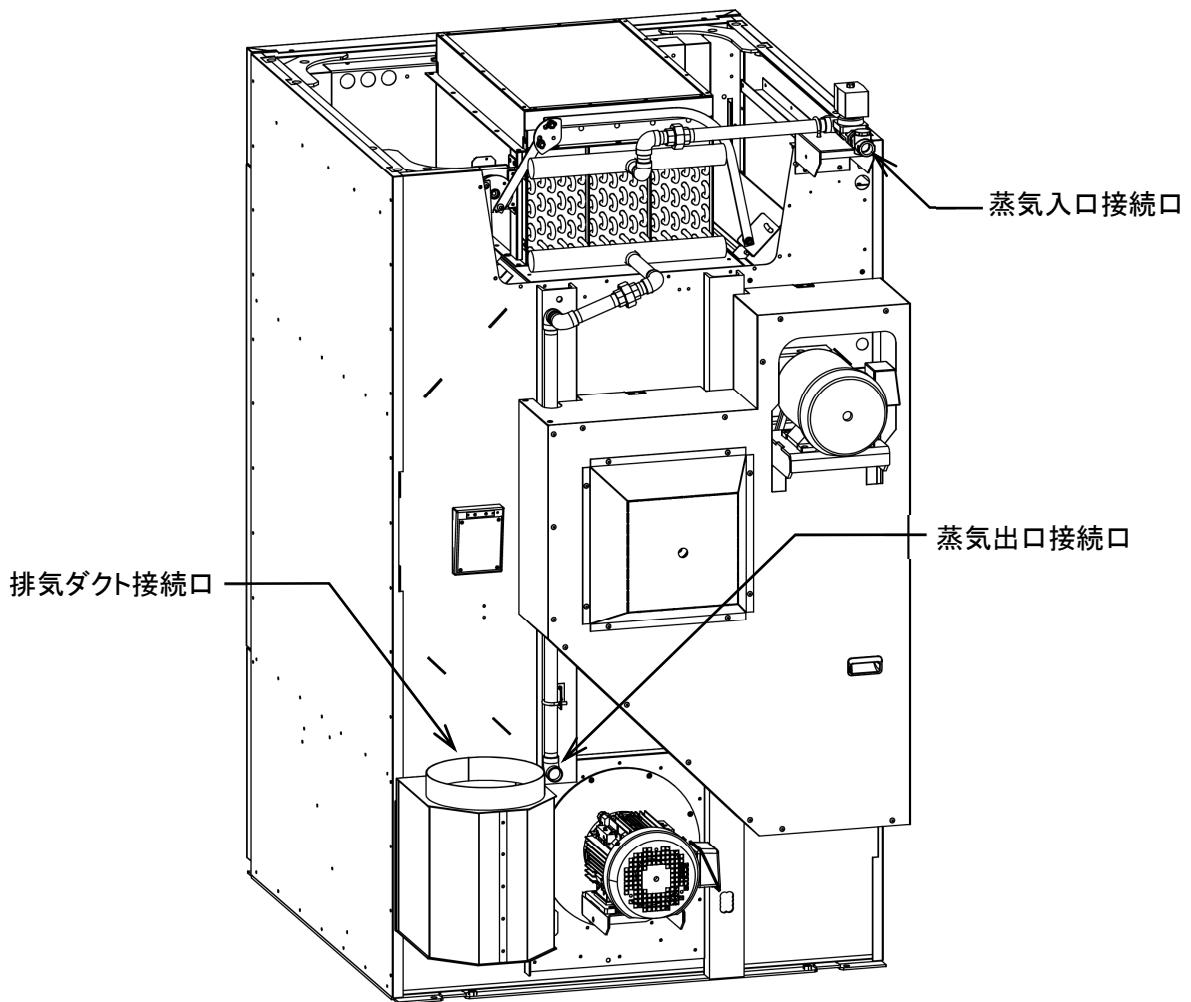

図 5-1
- 蒸気入口接続口及び蒸気出口接続口に配管を接続します。(図 5-1)
- ・ 排気ダクト接続口にダクトを接続します。外形は $\phi 248\text{mm}$ です。(図 5-1)